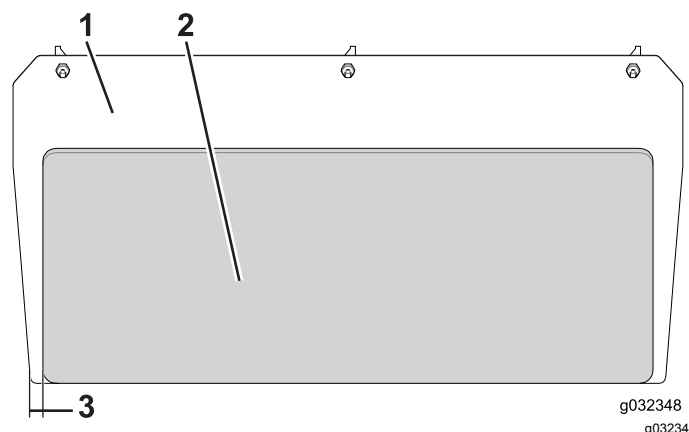

Figure 4
4. Retirez la pellicule protectrice et appliquez l'écran thermique sur le côté moteur du panneau arrière (Figure 4).
Remarque: Centrez l'écran du panneau arrière le long de la largeur du panneau à 29 mm de chaque bord (Figure 4).